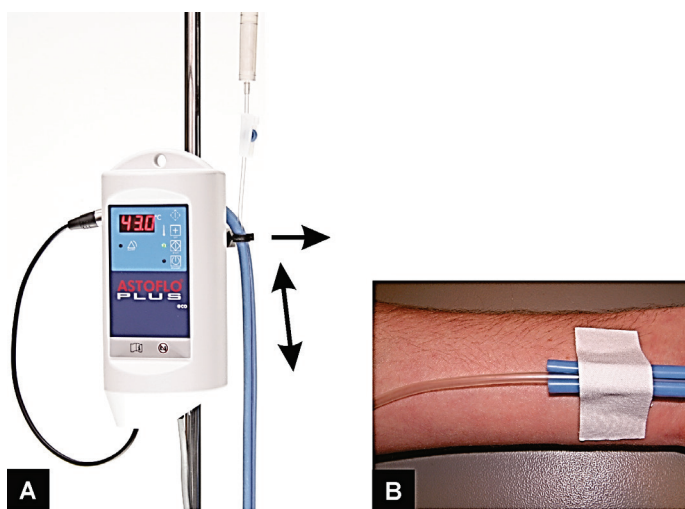

Imagen 9 Fijación del perfil térmico
5. Fije el perfil térmico / el tubo de la infusión de la longitud deseada con la pinza (Imagen 9 A). La abertura de la ranura debería estar orientada hacia delante para conducir el tubo de la infusión de forma uniforme y sin doblarlo.
6. Una el tubo de infusión con la cánula del paciente y fije el extremo del lado del paciente del perfil térmico, p. ej. con una tira adhesiva estrecha (Imagen 9 B). El perfil térmico quedará entonces suspendido entre el extremo fijado al paciente y el dispositivo de control, y podrá iniciarse la utilización.